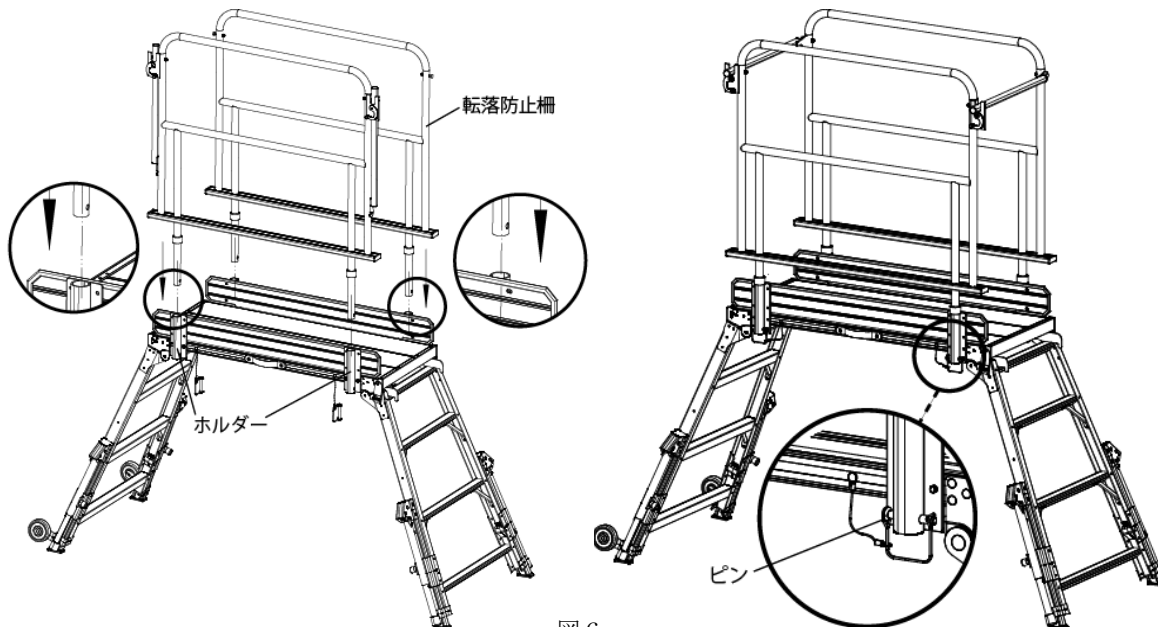
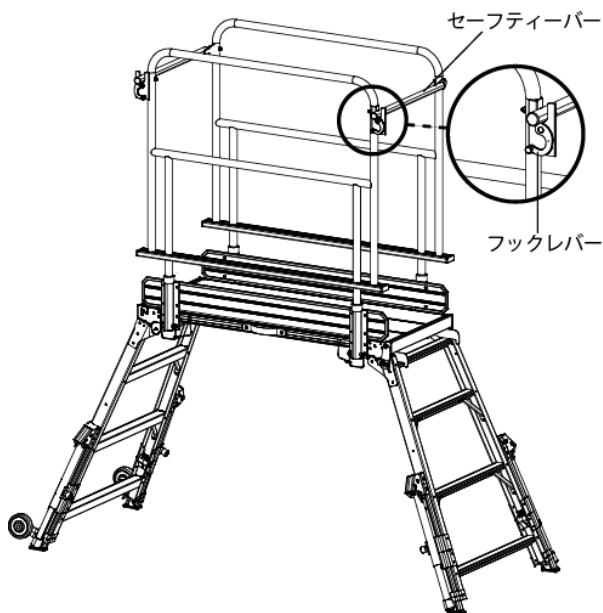
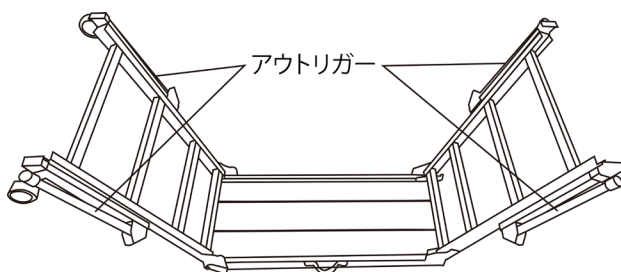
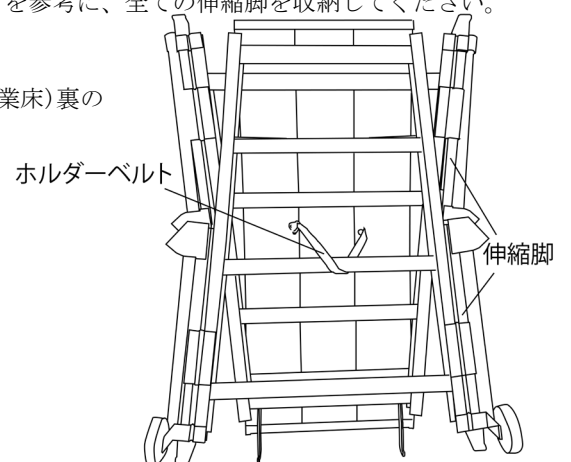

図6
図 7
図17
図18
⑤③で取り付けしたホルダーの位置を調整しながら、転落防止柵をそれぞれの穴位置が合うまで差し込み、天板(作業床)のピンを通して確実に固定してください。その際、転落防止柵のフックレバーは外側を向くように取り付けしてください(図6、次項図7参照)。次にセーフティーバーを対面側の転落防止柵に渡し、フックレバーを回転させてセーフティーバーをロックしてください(次頁図7参照)。最後に③で取り付けした六角ボルト(20mm)を確実に固定してください。
①転落防止柵をホルダーから抜いてください(図6参照)。
②『2-3, 準備方法 ●アウトリガー展開・伸縮方法』を参考に、全てのアウトリガーを収納してください。
③本商品の天板(作業床)を地面側に向けて置き、反転させてください(図17参照)。
④伸縮脚を伸ばしている場合、『2-3, 準備方法 ●伸縮脚の伸縮方法』を参考に、全ての伸縮脚を収納してください。
⑤脚部の開閉ロックレバー2ヶを解除して、脚部を折りたたんでください。
⑥ホルダーベルトを踏ざん(ステップ)に回して、先端のカラビナを天板(作業床)裏の取付穴に掛けて、確実にロックしてください(図18参照)。